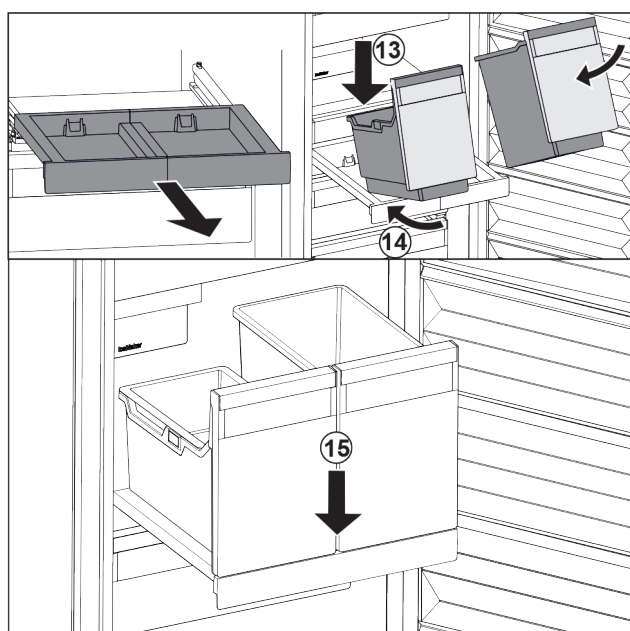

Fig. 129
- Applicare i contenitori in modo inclinato sul ripiano estraibile. Fig. 129 (13)
- Inserire il contenitore in modo inclinato verso la parte posteriore. Fig. 129 (14)
- Abbassare il contenitore nella parte anteriore. Fig. 129 (15)